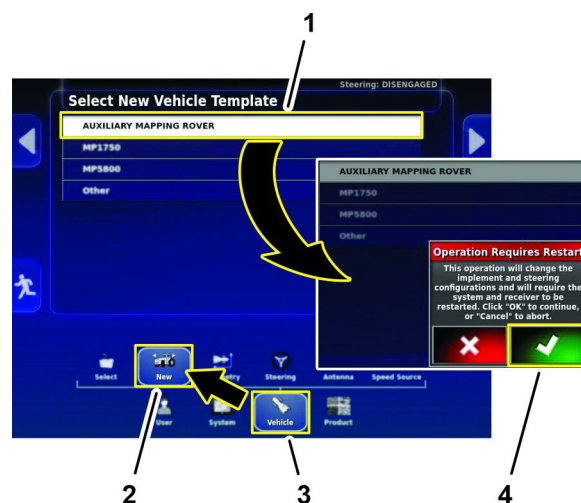

Bild 185
- Tippen Sie im Einrichtungsbildschirm auf das FAHRZEUG-Symbol und das Symbol NEU (Bild 185).
- Tippen Sie in der Seite Neue Fahrzeugvorlage auf das Symbol EXTERNER KARTIERUNGSROVER (Bild 185).
- Tippen Sie im Dialogfenster Operation erfordert Neustart auf das Bestätigen-Symbol (Bild 185).